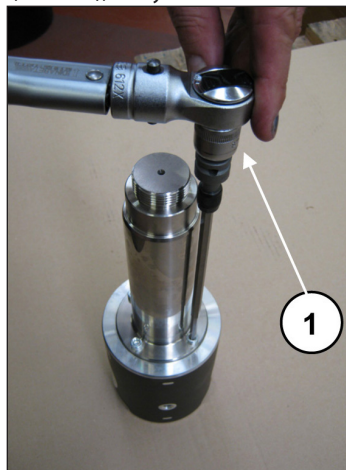

Рис. 49
Вставьте шток направляющей поршня в специальное гнездо на направляющей поршня (поз. ①, Рис. 48) и закрепите его на ней с помощью 4-х винтов с цилиндрической головкой М6х20 (поз. ①, Рис. 49).
Откалибруйте винты с помощью динамометрического ключа (поз. ①, Рис. 49), как указано в главе 3.